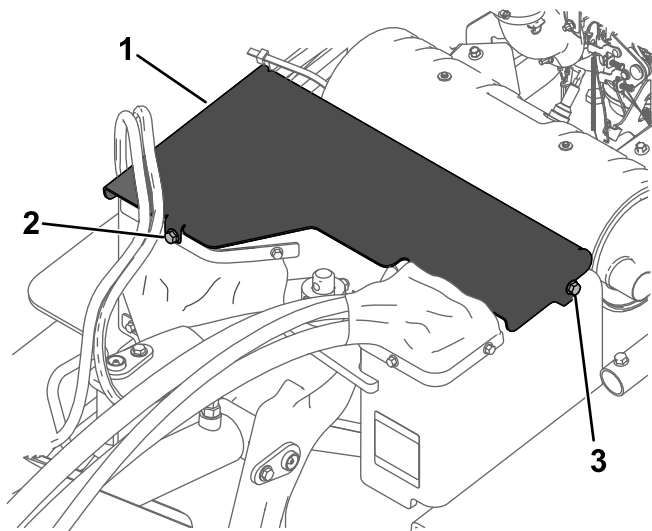

Figura 24
3. Retire el perno delantero y afloje el perno izquierdo que sujeta la cubierta delantera a la máquina (Figura 24).
4. Deslice la cubierta hacia adelante y tire hacia arriba para retirar la cubierta Figura 24.
5. Para instalar la cubierta delantera, coloque la cubierta delantera en su sitio y sujétela con los 2 pernos (Figura 24).